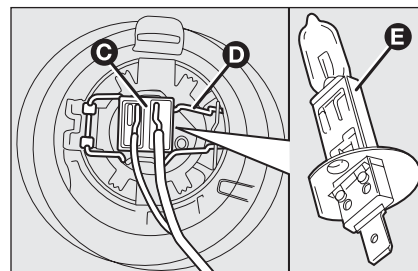

fig. 26
- ☐ desconecte el conector eléctrico **C**- fig. 26;